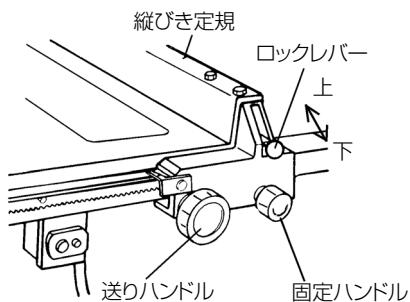

図 31
- (1) ① ロックレバー (図 31 参照) を上に上げておきます。
- ② 固定ハンドル (図 31 参照) を左にまわしてゆるめておきます。
- ③ フロントブラケットに縦びき定規の溝を合わせます。
- ④ 送りハンドル (図 31 参照) を手前に引きながら矢印方向にさし込みます。
- ①ロックレバーを上に上げます。
- ②固定ハンドル(図 31 参照)を締付けます。
- ③縦びき定規後側の 5 mm ナットを手持ちの 8 mm スパナで 4 ~ 5 回転、左にまわします。